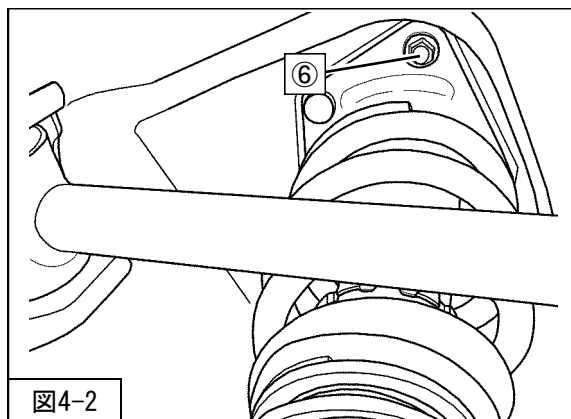
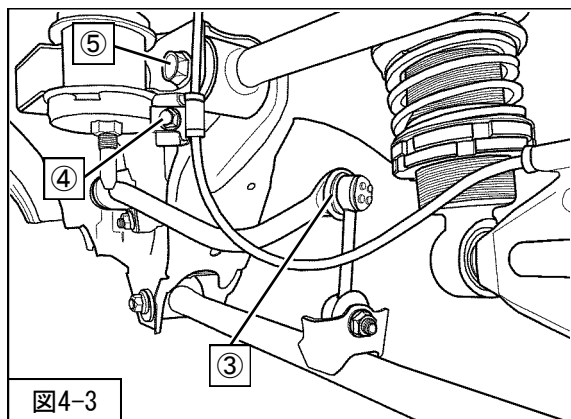

図4-2
図4-3
5. ⑥アッパーマウント取付ボルト（締付トルク：23.5～31.7N・m）を取付けてください。（図4-2）
6. ⑤アッパーアーム取付ボルト（締付トルク：75.5～102N・m）
④ABSセンサハーネス取付ボルト（締付トルク：18.6～25.5N・m）
③スタビライザリンク取付ナット（締付トルク：43.1～60.8N・m）を取付けてください。（図4-3）
7. ②リアサスペンションASSYロア取付ボルト